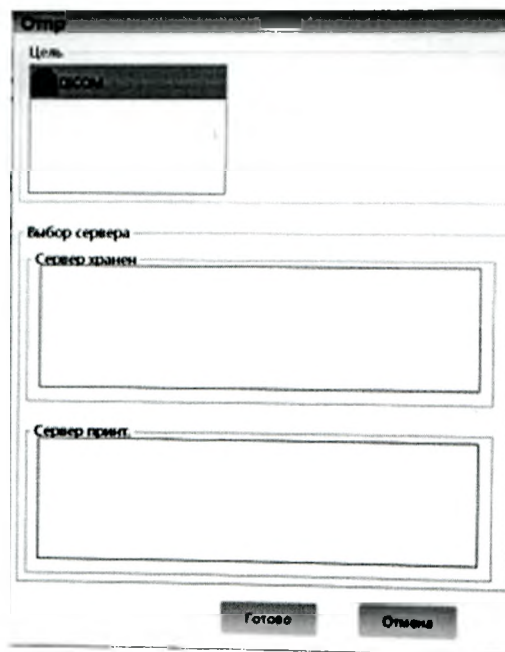

Рисунок 39 - Выбор изображений.
- на экране просмотра нажмите кнопку **<Отпр>**. Всплывет следующее диалоговое окно (рисунок 39):